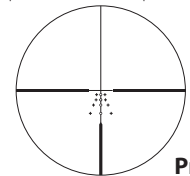
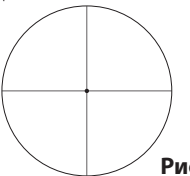

Рис. 3-1
Рис. 3-2
(1) Фокусировка
- 1 Посмотрите в окуляр так, чтобы глаз находился на расстоянии примерно 10 см (4 дюйма) от линзы окуляра, и была видна усовершенствованная визирная сетка BDC (рис. 3-1) или визирная сетка Fine Crosshair w/Dot (рис. 3-2). Глаз должен смотреть по центру окуляра и с правильным выносом выходного зрачка, иначе изображение будет выглядеть «затемненным».